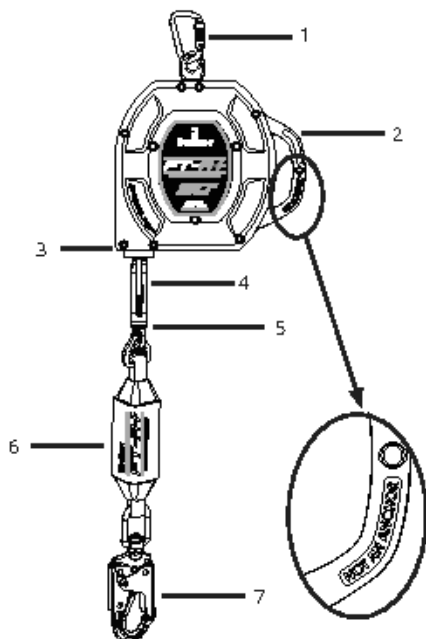

Figura 1 - Acerca de FallTech® FT-R+ Leading Edge SRL
Como se muestra en la Figura 1 a continuación, el SRD tiene un revestimiento de nailon reforzado con vidrio con un mango integrado que contiene una cuerda de salvamento compuesta por un cable de acero galvanizado de 7/32" (5,6 mm) de diámetro, enrollado en un tambor tensado por resorte. La cuerda de salvamento del SRD está equipada con un conjunto de tope de cable/manija con un parachoques, amortiguador de energía contra desgarro integrado (EA) y un gancho de seguridad